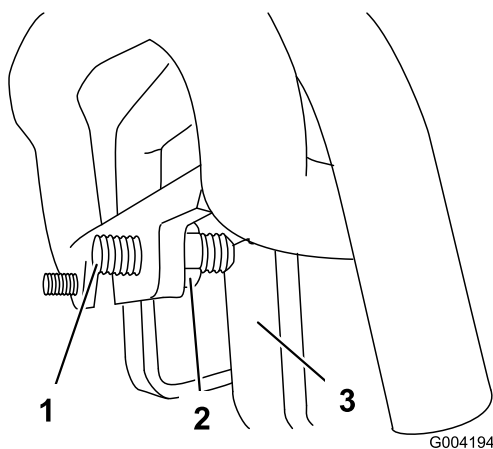

Figura 52
3. Se la macchina devia verso **sinistra**, allentate il controdado **destro** e regolate la vite di arresto sulla parte anteriore del comando della trazione (Figura 52).
4. Se la macchina devia verso **destra**, allentate il controdado **sinistro** e regolate la vite di arresto sulla parte anteriore del comando della trazione (Figura 52).